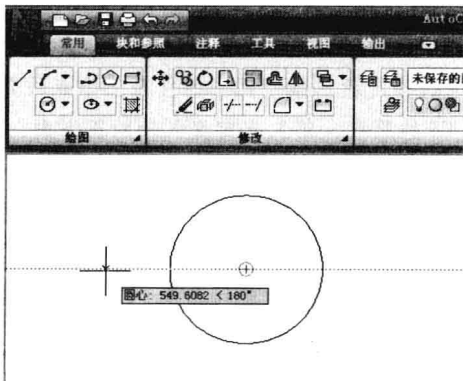

图 2-7-3
(5) 向左移动光标, 显示出水平虚线, 如图 2-7-3 所示, 输入 800, 按 Enter 键, 确定直线的第一个点。